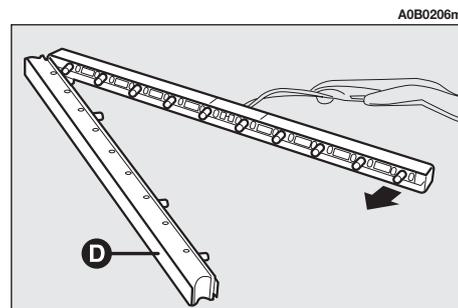

Abb. 51
- Die transparente Abdeckung (D, Abb. 51) entfernen und die betreffende Lampe ersetzen.